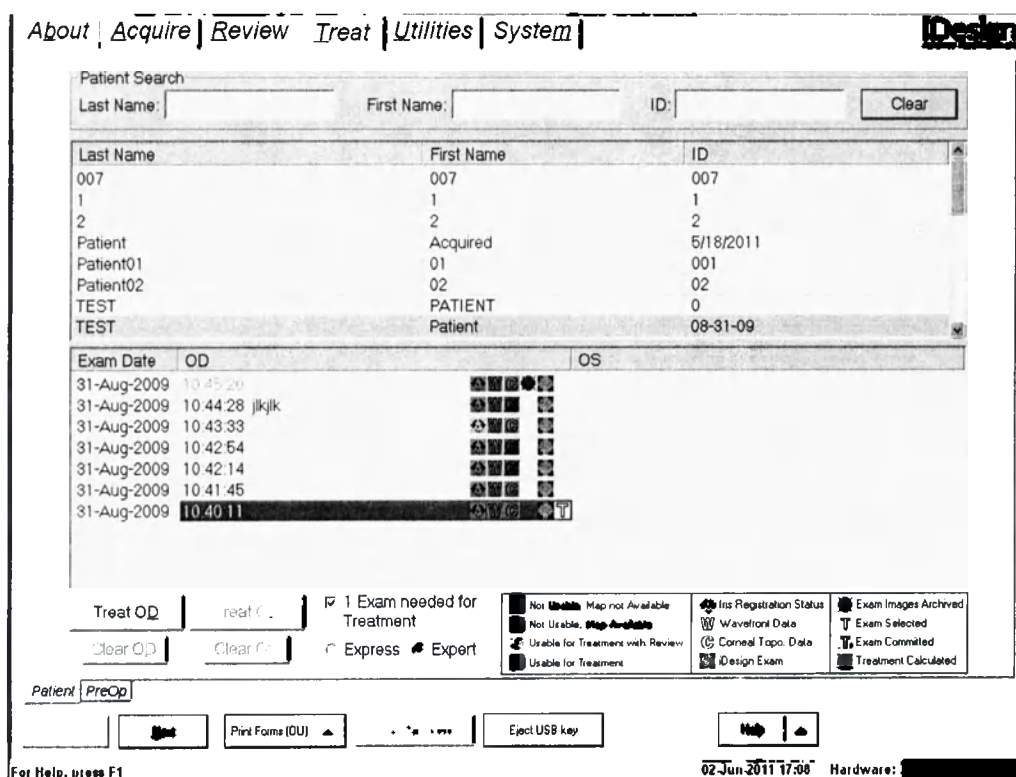

Figure 10.1 – Вкладка Treat (Лечение), подвкладка Patient (Пациент) с параметром One Exam Needed (Одно обследование)
1. В подвкладке **Treat/Patient (Лечение/Пациент)** (Рисунок 10.1) выберите фамилию пациента. Появится список обследований выбранного пациента.